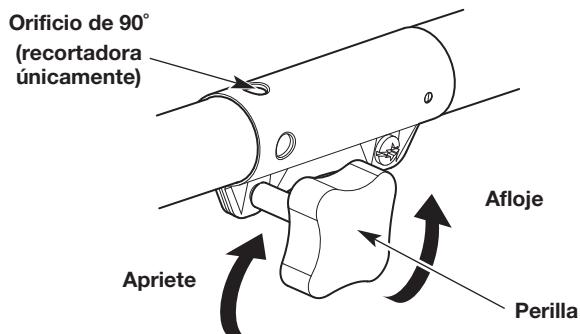

Fig. 8
- Gire la perilla en el sentido contrario a las agujas del reloj para aflojar el acoplador (Fig. 8).
- Gire la perilla en el sentido de las agujas del reloj para apretar el acoplador (Fig. 8).
**NOTA:** Para un reborde decorativo con un accesorio de recorte, trabe el botón de liberación en el orificio de 90° (Fig. 8).